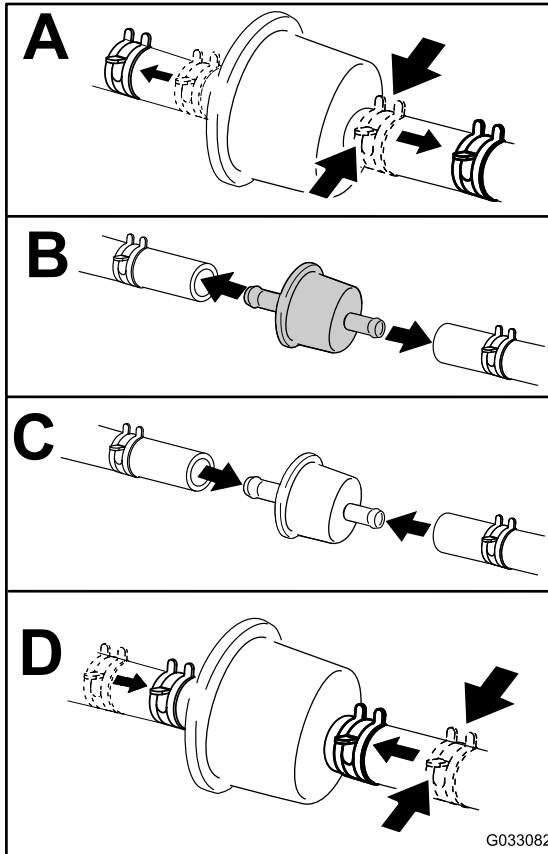

Bild 26
3. Tauschen Sie den Kraftstoffleitungsfilter aus (Bild 26).